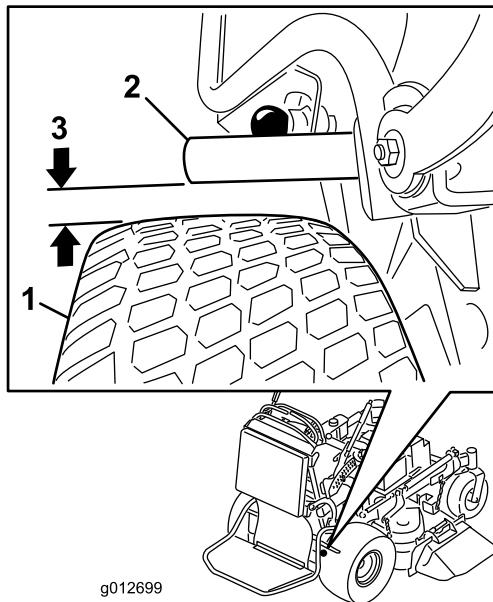

Figura 62
4. Con el freno quitado, mida la distancia entre la barra de freno y el neumático. La distancia debe ser de 5 a 8 mm (3/16 a 5/16 pulgadas) (Figura 62). Si es necesario ajustarlo, consulte Ajuste del freno de estacionamiento.
5. Ajuste la horquilla. La distancia entre la barra de freno y el neumático debe ser de 5 a 8 mm (3/16 a 5/16 pulgadas). Para apretar el freno, gire la horquilla hacia arriba. Para aflojar el freno, gire la horquilla hacia abajo (Figura 62).